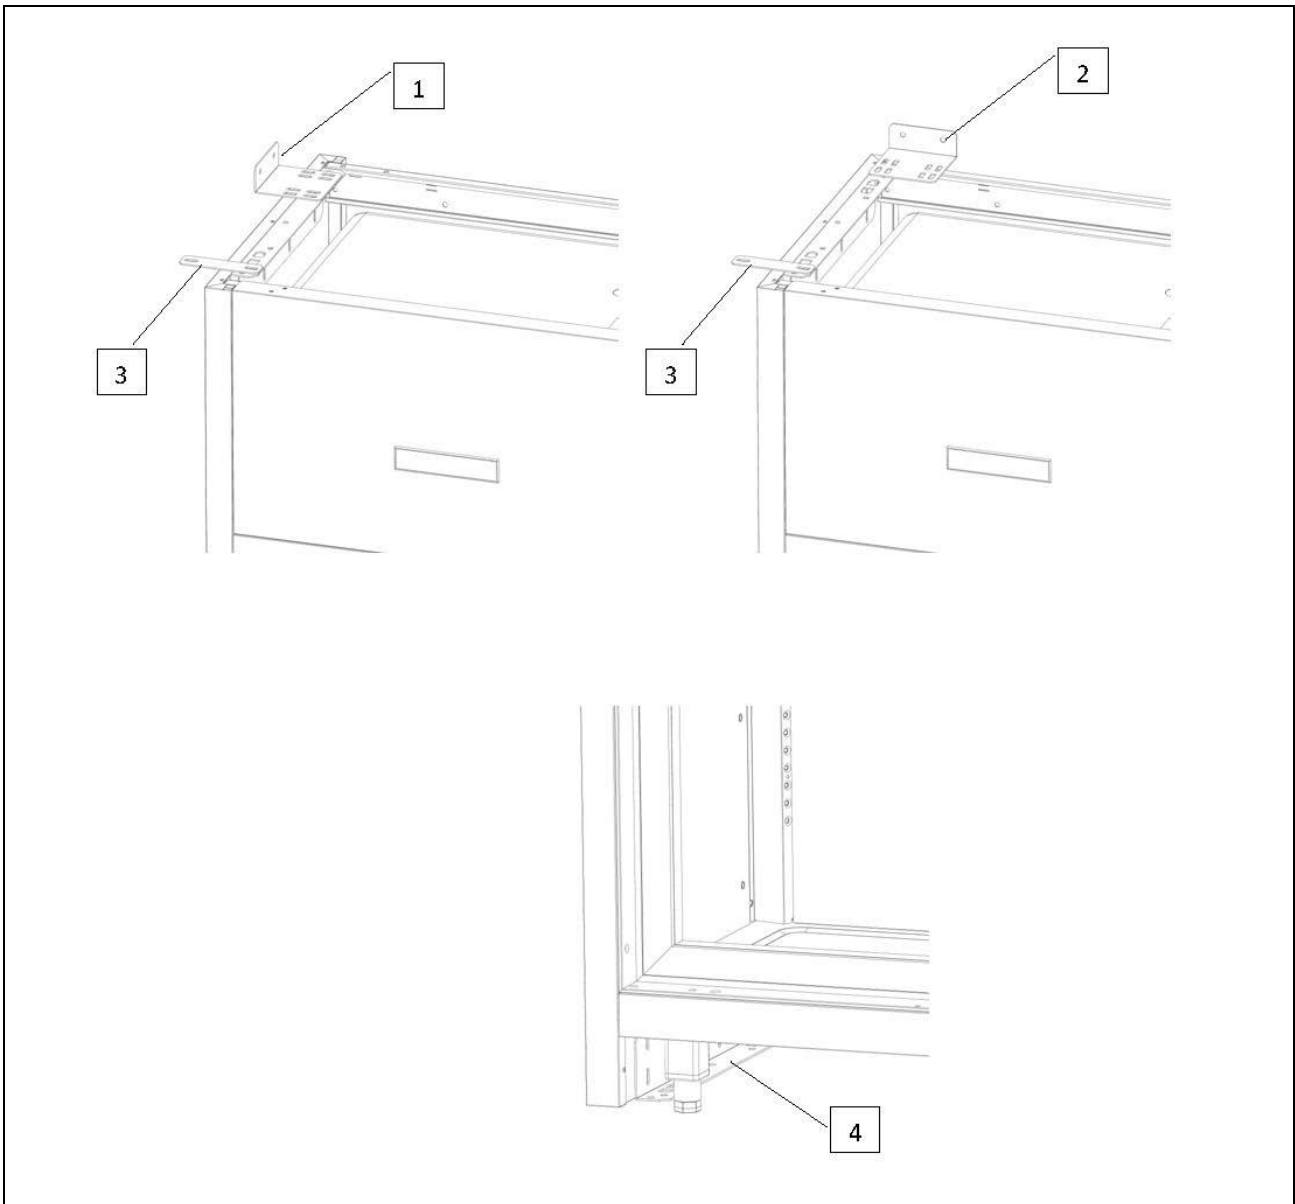

Fig. 4
- Latéralement, à droite comme à gauche, avec un élément de fixation supérieur (réf. 1, fig. 4);
- A l'arrière, au mur, avec un élément de fixation supérieur (réf. 2, fig. 4);
- Au sol, si possible, avec un élément de fixation latéral (réf. 4, fig. 4);
- Si deux ou plusieurs appareils sont installés côte à côte, ils doivent être fixés entre eux avec des éléments de fixation intermédiaires (rif. 3, fig. 4).
- Fixer la plinthe inférieure, fournie séparément, (n° 2 si la wine library est passante) avec les crochets de sécurité (réf. 1 fig. 4).